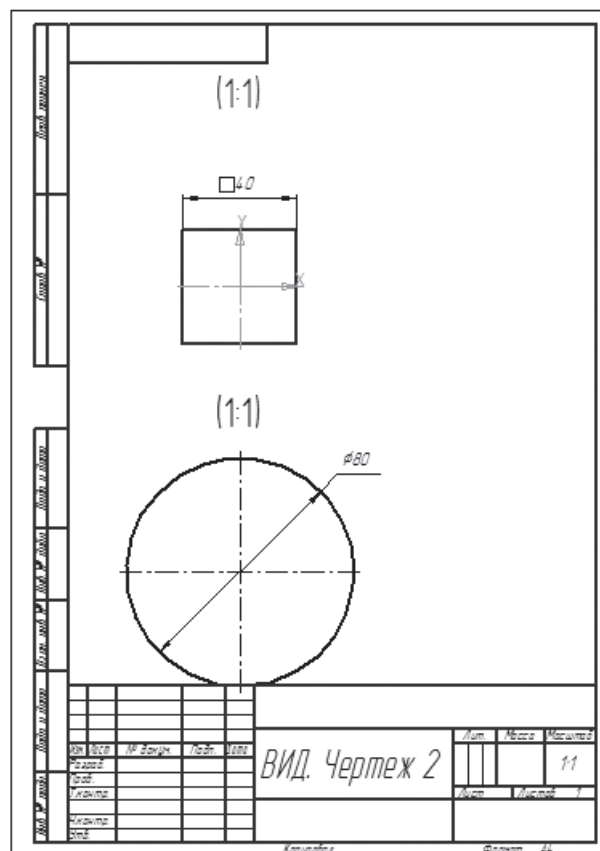

Рис. 94
2. Сделать *Вид 2* текущим и изменить его масштаб на 1:1. Изображение окружности также изменится. Сохранить чертеж под именем «ВИД. Чертеж 2» (рис. 94).